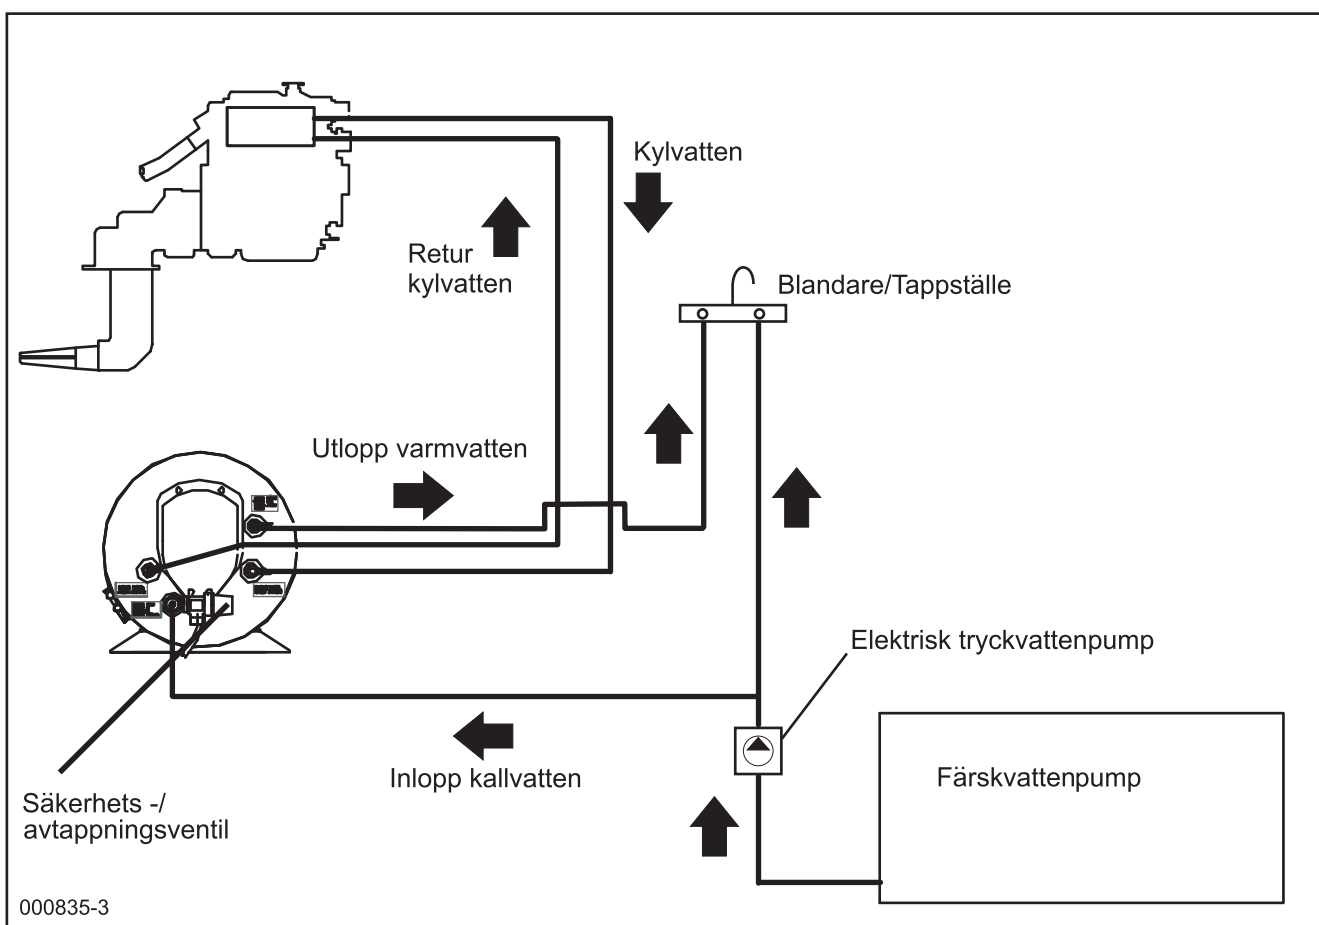

Fig. 1
Varmvattenberedaren kan monteras var som helst i båten så länge den sitter monterad så att motorvattenslingan inte hamnar över nivån på motors expansionskärl. (Fig. 1). Det är en fördel att hålla slangarna mellan motorn och beredaren så korta som möjligt för lägsta värmeförlust och minsta strömingsmotstånd. Varmvattenberedarens värmeväxlare kan anslutas antingen parallellt eller i serie med motors kylvattenkrets. Valet avgörs av hur motortillverkaren anger att beredaren ska anslutas.
4.3 Motoranslutningar (se anslutningsschema, fig. 1):
4.4 Anslutning färskvatten (se anslutningsschema, fig 1):